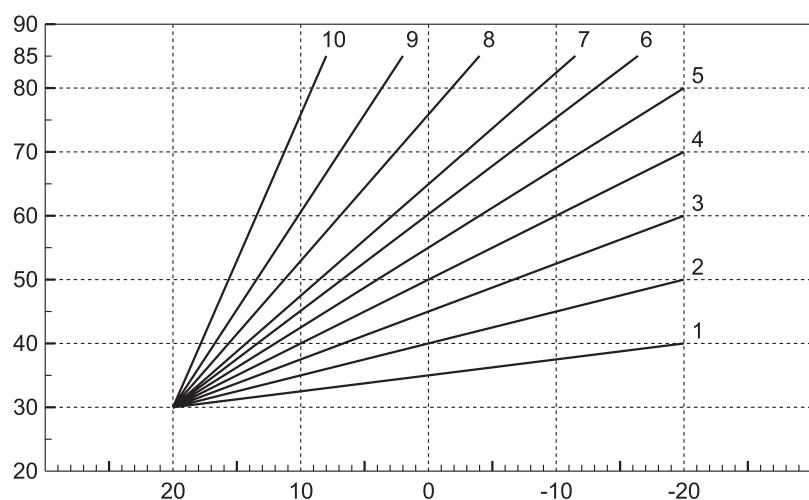

Рис. 24. Компенсационные кривые
**Curve:** выберите эту позицию и используйте кнопки «+» и «-» **отопления** для регулировки выбранной кривой от 1 до 10. При установке кривой на 0 функция плавящей температуры отключается (см. рис. 24).